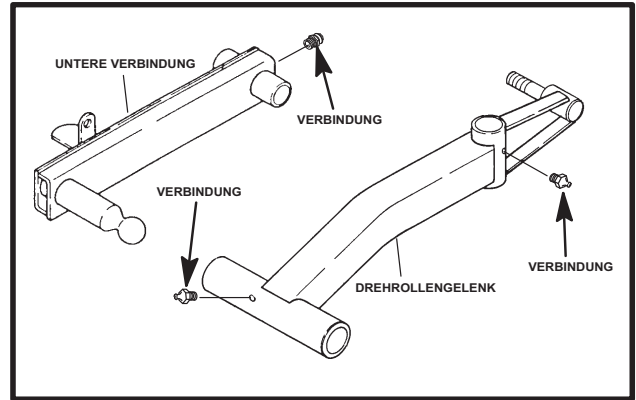

Abbildung 48
Verwenden Sie alle 20 Betriebsstunden an den drei (3) Schmiernippeln eine Fettpresse mit lithiumbasierten Fett. Siehe das Drehrollengelenk und die untere Verbindung auf Abbildung 48.